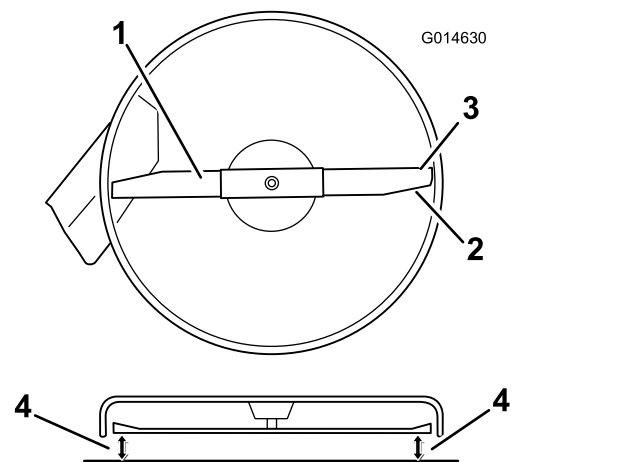
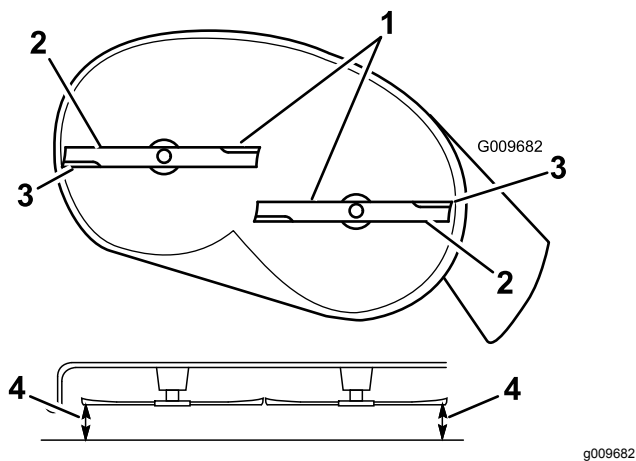

Bild 64
Bild 65
4. Drehen Sie die Messer vorsichtig, damit sie alle quer gestellt sind (**Bild 64** und **Bild 65**).
5. Messen Sie den Abstand zwischen den äußeren Schnittkanten und der ebenen Oberfläche (Bild 64 und Bild 65).